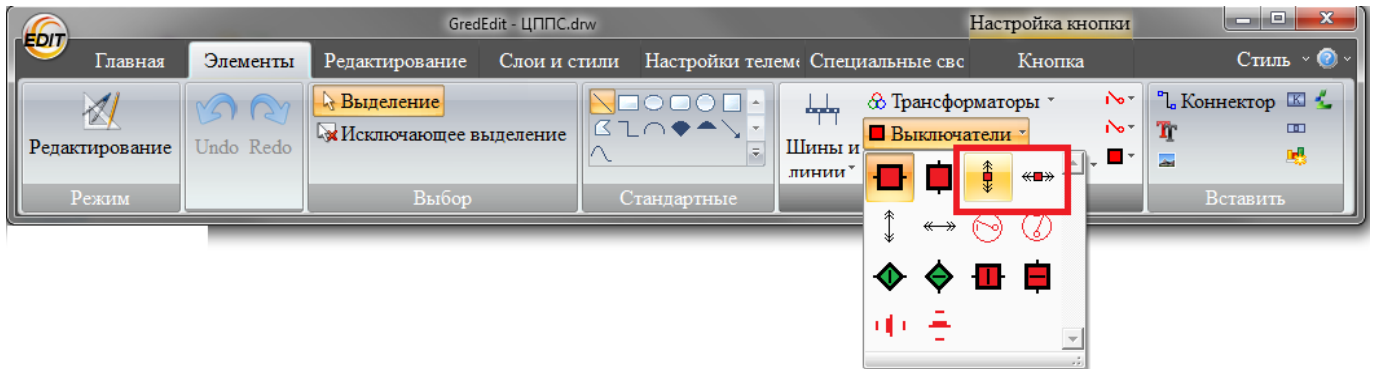

Рисунок 7.3 – Группа «Выключатели»
- Перенести на схему элемент Ячейка КРУ из группы «Выключатели», находящейся в закладке «Элементы» (Рисунок 7.3).